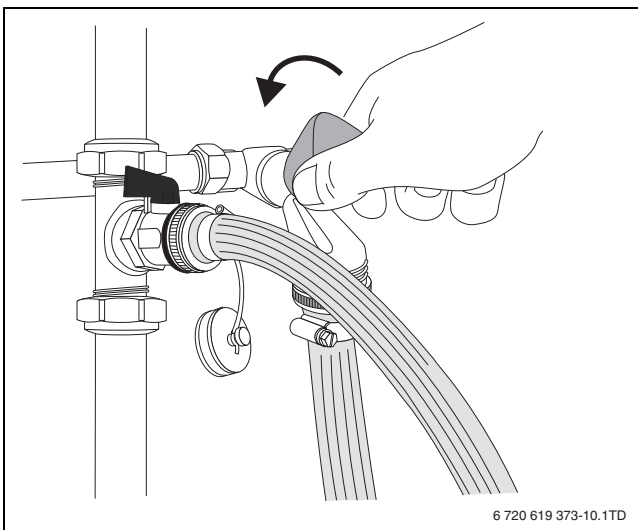

Bild 59 Wasserhahn öffnen
- Wasserhahn vorsichtig öffnen und die Heizungsanlage langsam befüllen (→ Bild 59).